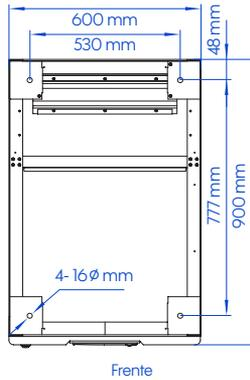

Figura 3-15 Tamaño de instalación inferior (vista inferior del pedestal)
2. Taladre 4 orificios de $\Phi 13$ con un martillo perforador de acuerdo con el tamaño de instalación del pedestal (como se muestra en la figura 3-15).